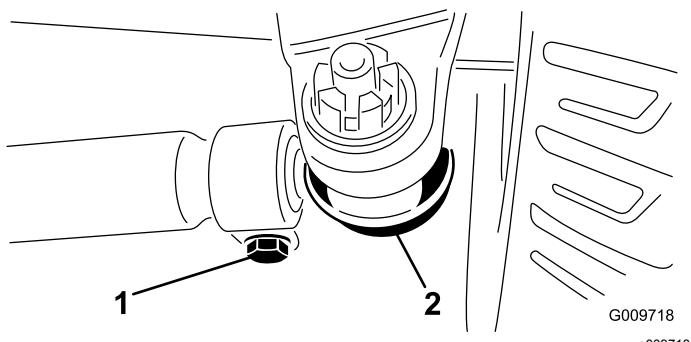

図 101
3. 調整は、両側のタイロッドのボールジョイントからコッターピンとナットを外して行う**図 101**。
5. タイロッド両側のクランプをゆるめる**図 101**。